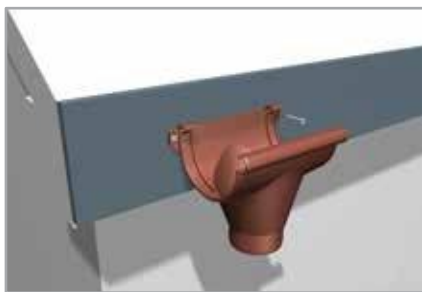

Fig. 7
- 4.1 Bepaal de locatie van de uitlaat. Onthoud dat de uitlaat altijd het laagste punt van het gootsysteem moet zijn (Fig. 7)